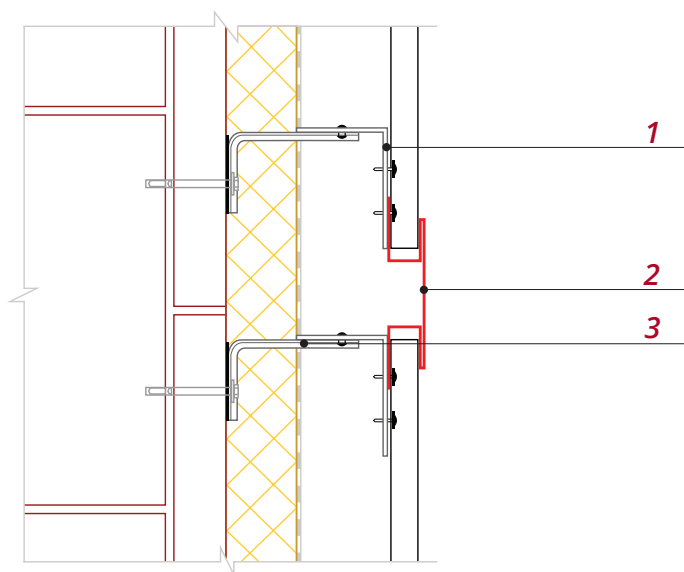

Рис. 15
■ Закрепите крепежные кронштейны **1** и крепежные профили **3** в месте предполагаемой стыковки рядов сайдинга, как показано на рис. 15.